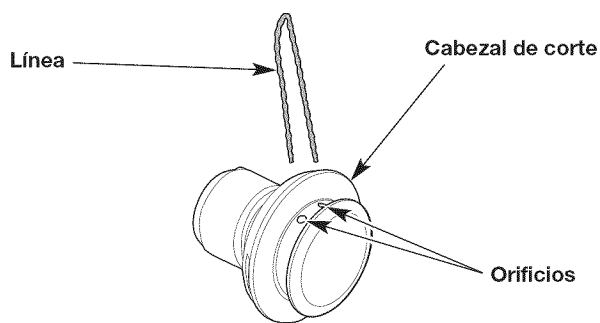
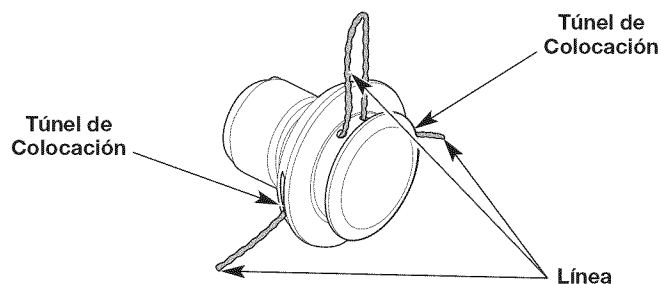

Fig. 15
Fig. 16
3. Inserte los extremos de la línea en los orificios circulares grandes ubicados al costado del cabezal de corte (Fig. 15). Empuje la línea a través de los orificios hasta que ambos extremos salgan de los túneles de colocación (Fig. 16).